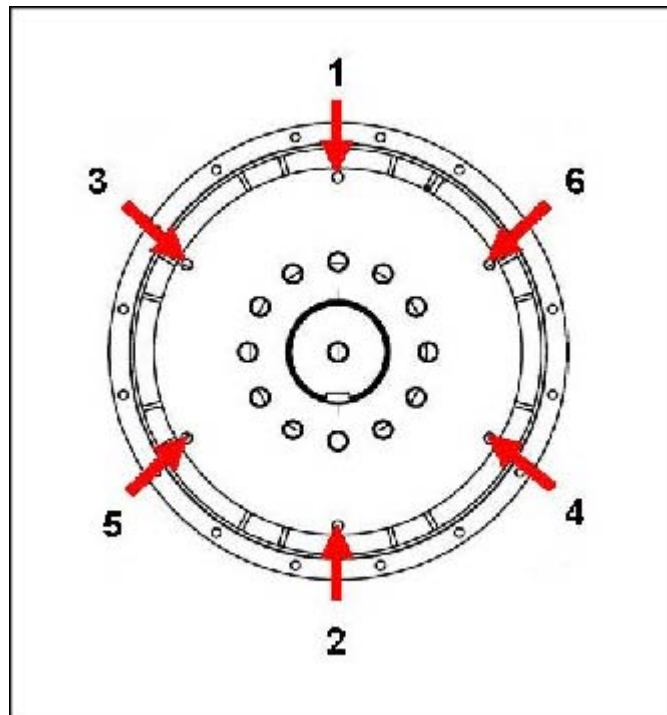

РИС. 18. ПОСЛЕДОВАТЕЛЬНОСТЬ КРЕПЛЕНИЯ К МАХОВИКУ
10. Затяните болты крепления диска муфты к маховику, соблюдая последовательность, указанную в Рис. 18 на стр. 34